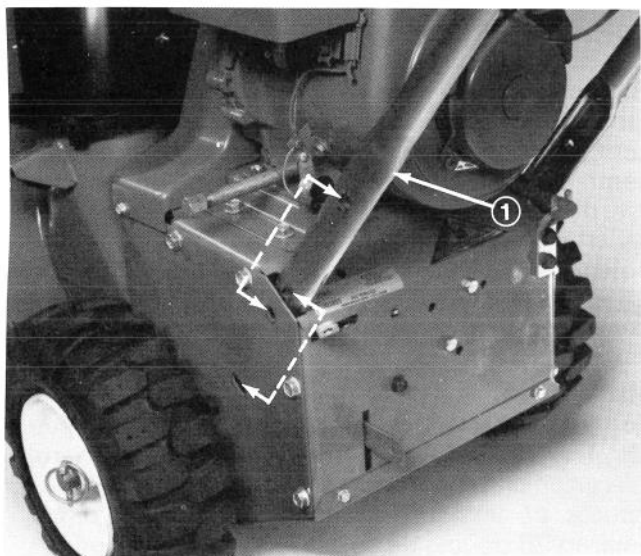

Figure 1
3. Glissez les mancherons à l'intérieur des plaques latérales et alignez tous les trous (Fig. 1).